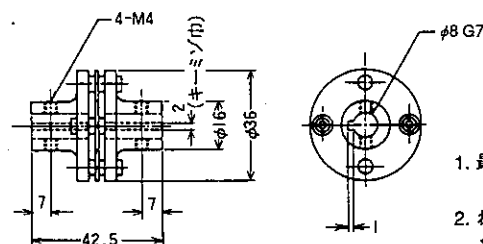

図 4 FC-IB
4.3 原動機と負荷の間に本トルク変換器を使用する場合は、フレキシブル・カップリングをご使用ください。フレキシブル・カップリングはオプションパーツとして用意されています。(図4～5)